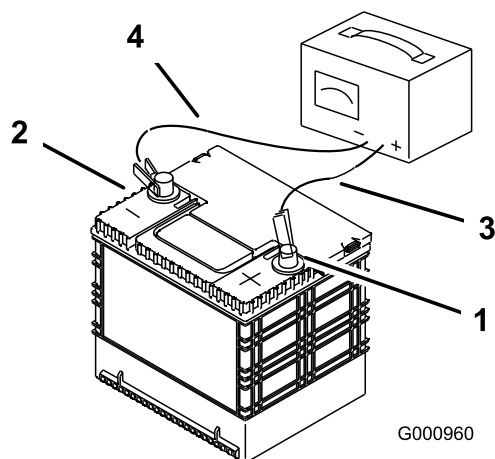

Figura 55
3. Atunci când bateria este complet încărcată, deconectați încărcătorul de la priza electrică, apoi deconectați cablurile încărcătorului de la clemele bateriei (Figura 55).